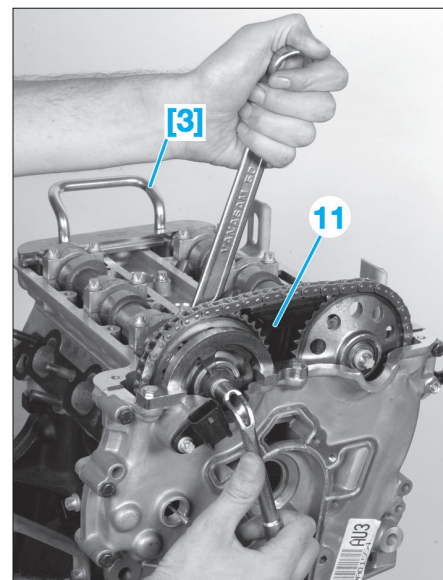

Fig. 39
- Déposer le guide de chaîne (11) (Fig.39).
- Les arbres à cames doivent être sur le PMH "allumage" du cylindre n°1. L'outil [3] doit être engagé à fond dans les gorges des arbres à cames (Fig.39).
- Procéder à la repose des pignons d'arbres à cames en calant les arbres à cames à l'aide de l'outil [3] (Fig.39).